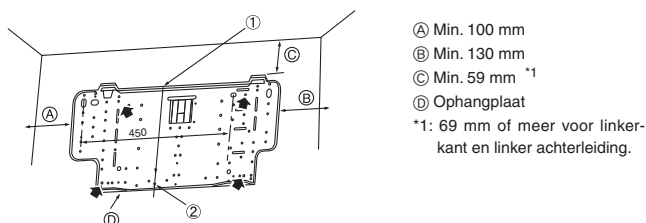

Fig. 3-3
- De muurbevestigingsmal moet aan weerszijden en indien mogelijk ook in het midden worden bevestigd. Zet hem nooit op één plaats vast en zorg altijd dat de mal symmetrisch bevestigd is (het beste is de mal te bevestigen op alle plaatsen die met een vette pijl staan aangegeven). (Fig. 3-3)